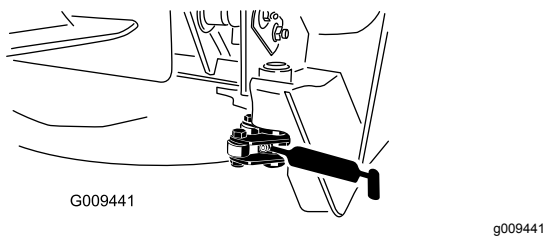

Figura 64
Fermo orientabile (2) (Figura 64)